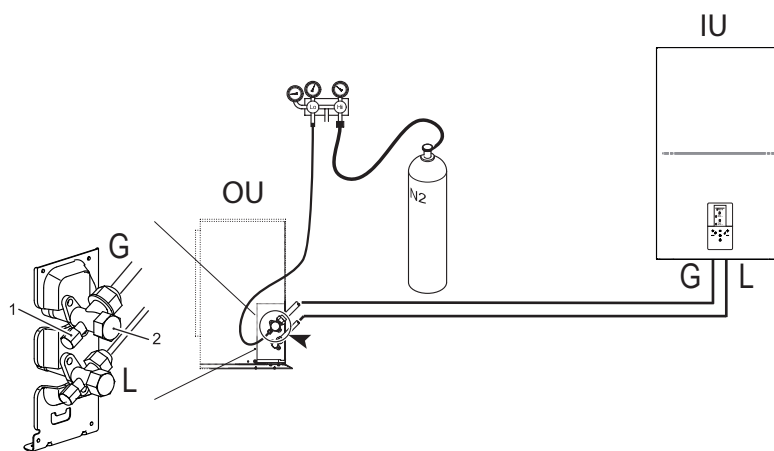

fig. 17 - Luchtdichtheidstest en lekdetectie
- Met de kranen van de buitenunit helemaal dicht, verwijdt u de dop van de servicekraan (onderdeel 1 - fig. 17) en de fitting (onderdeel 2 - fig. 17) van de gaskraan (de grootste)